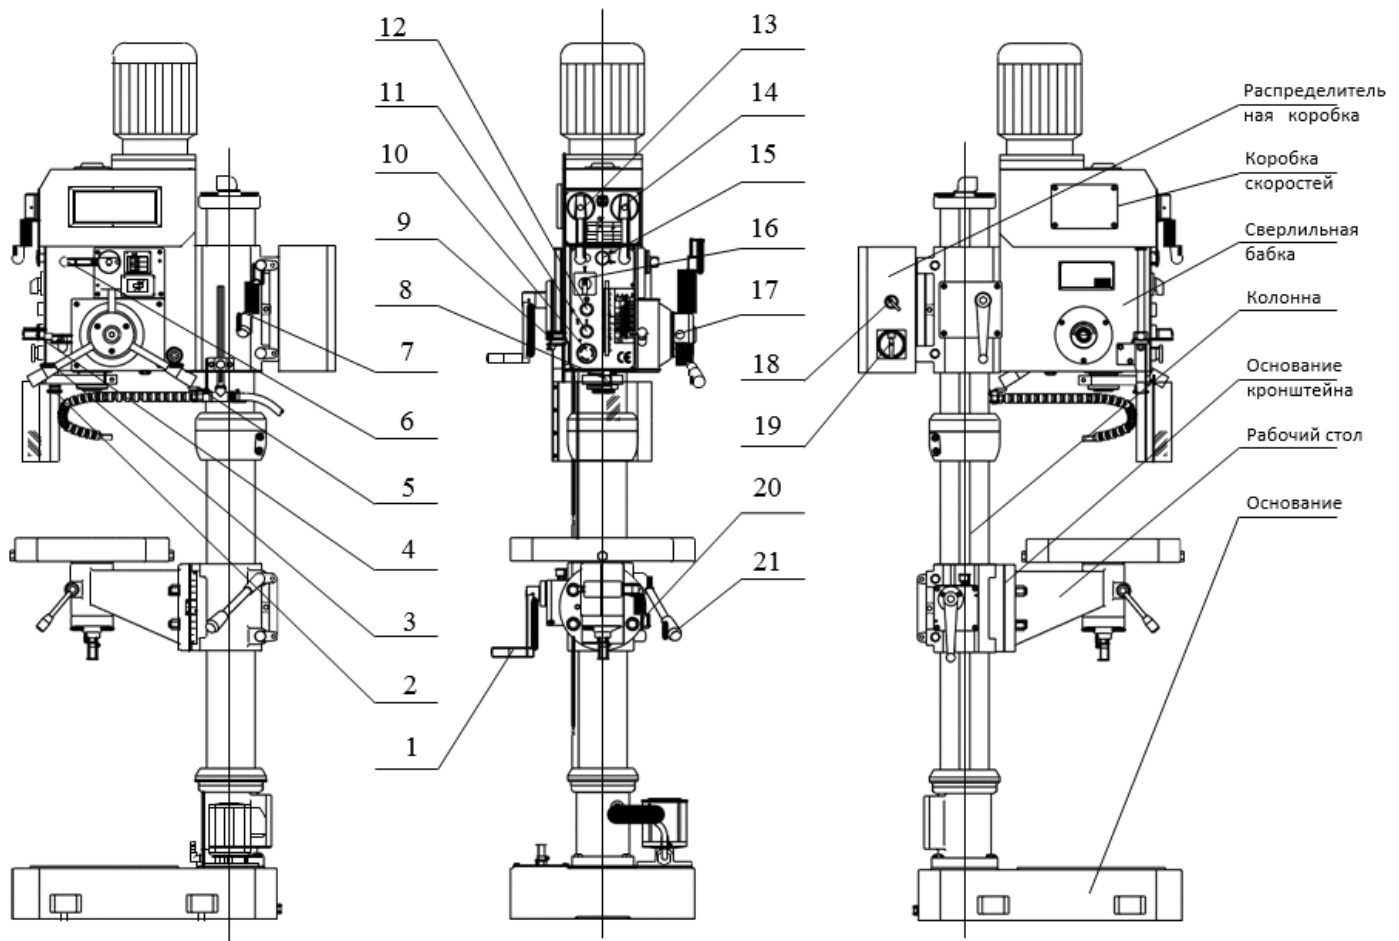

Рис. 1
Для включения станка переведите главный выключатель (19, рис.1) в положение «ON».
Включите вращение шпинделя, нажав на кнопку (11, рис.1)
Пользуясь таблицей, расположенной на передней части сверлильной головки, выберите необходимую скорость и установите требуемые положения ручек (13, 14, 16, рис.1)
**Ручная подача:** На сверлильной бабке справа расположены три рычага подачи (3, рис.1) с двумя положениями. Переведите любой из трёх рычагов влево и опустите вниз.
Выберите нужную скорость автоподачи по табличным данным на передней части сверлильной головки, и установите ручки (13, 14, 16, 6) в требуемое положение. Переведите рычаг подачи (3, рис.1) в правое положение, при этом рычаг (4, рис.1) автоматически поднимется вверх, включится автоподача. Для остановки подачи нажмите рычаг (4, рис.1) до появления звука щелчка, после этого ручки (3, рис.1) автоматически вернуться в левое боковое положение, и подача шпинделя остановится.
Для серийного производства необходимо задать глубину сверления. Для этого существует шкала спереди сверлильной бабки. Ослабьте винт с накаткой (8, рис.1) поворотом рукоятки (2, рис.1), перемещением шкалы задайте нужную глубину, затяните винт (8). Теперь глубина сверления задана.
Поверните рычаг подачи (3) и приблизьте метчик к заготовке. (Рычаг должен быть в левом положении ручной подачи. Нажмите на блокиратор автоподачи (17, рис.1) для
Остановить станок можно, нажав на кнопку (12, рис.1). Если требуется аварийная остановка при работе, нажмите кнопку аварийной остановки (10, рис.1), что приведёт к отключению станка.
Станок оснащён устройством быстрой смены режущего инструмента, управляемым рукояткой (15, рис.1). Надавите рукоятку (15) в направлении сверлильной бабки, если требуется установка режущего инструмента. При снятии инструмента надо немного выкатить пиноль, вытянуть рукоятку (15), и, придерживая режущий инструмент левой рукой, поднимите пиноль, инструмент выпадет вниз.